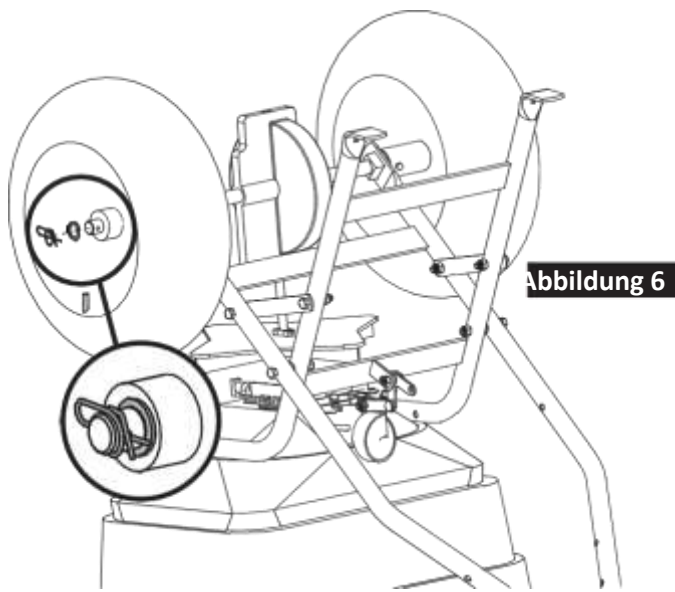

Abbildung 6
6. Befestigen Sie das Rad auf der gegenüberliegenden Seite der Achse (mit herausragendem Ventilschaft), bis es das Achslager und die Unterlegscheibe berührt. Befestigen Sie die Unterlegscheibe auf der Achse. Drücken Sie den RUE-Ringsicherungsstift durch das Achsloch. **HINWEIS: Der RUE-Ringsicherungsstift schnappt ein, wie in Abbildung 6 angezeigt.** Drehen Sie die Streuwagenkonstruktion um und stellen Sie den Wagen auf.